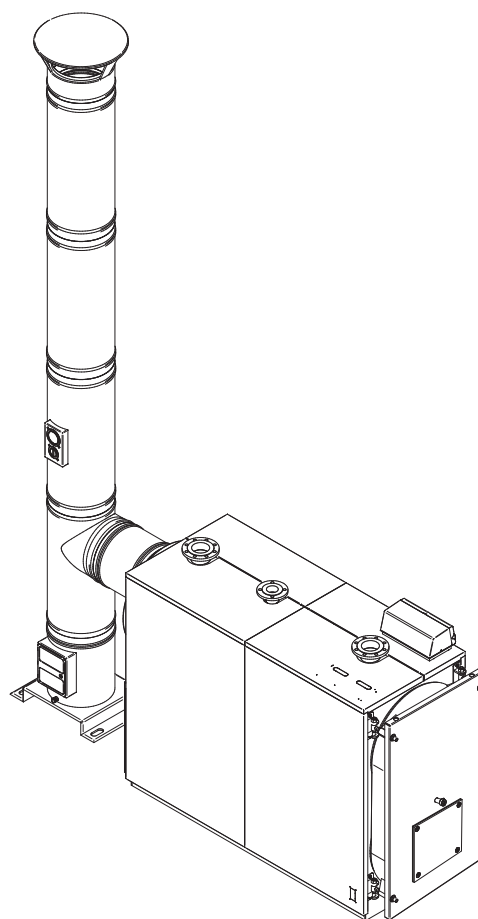

рис. 6
5.4 Удаление продуктов сгорания (Рис. 6)